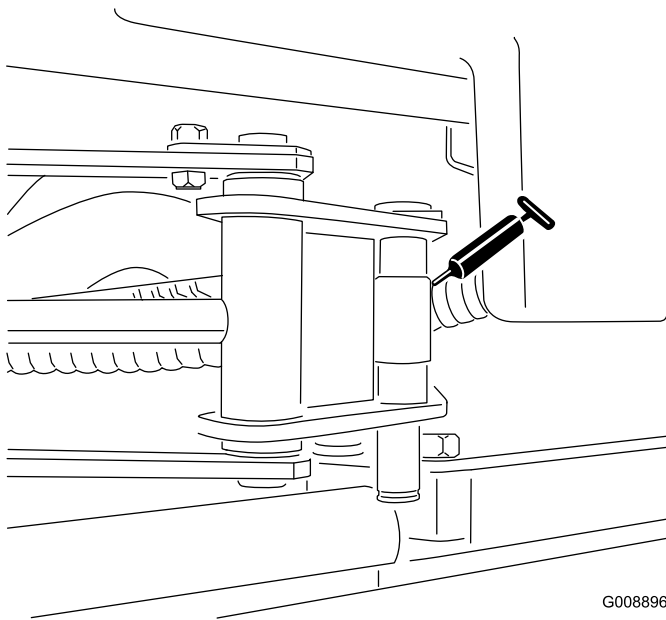

Bild 38
- SideWinder-Zylinderenden (2) (Bild 38)